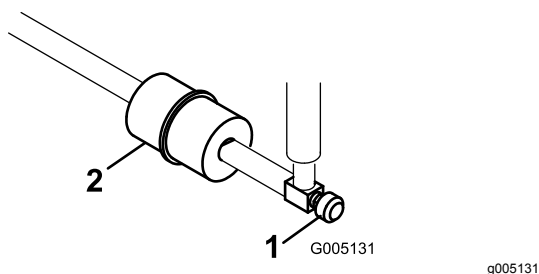

Figura 36
O filtro encontra-se na linha de combustível entre o depósito de combustível e o carburador (Figura 36).
1. Feche a válvula de corte do combustível (Figura 36).
2. Coloque um recipiente de escoamento debaixo do filtro, desaperte a braçadeira de tubos que se encontra no lado do carburador e retire a tubagem de combustível do filtro (Figura 36).
3. Desaperte a braçadeira de tubos e retire o filtro (Figura 36).